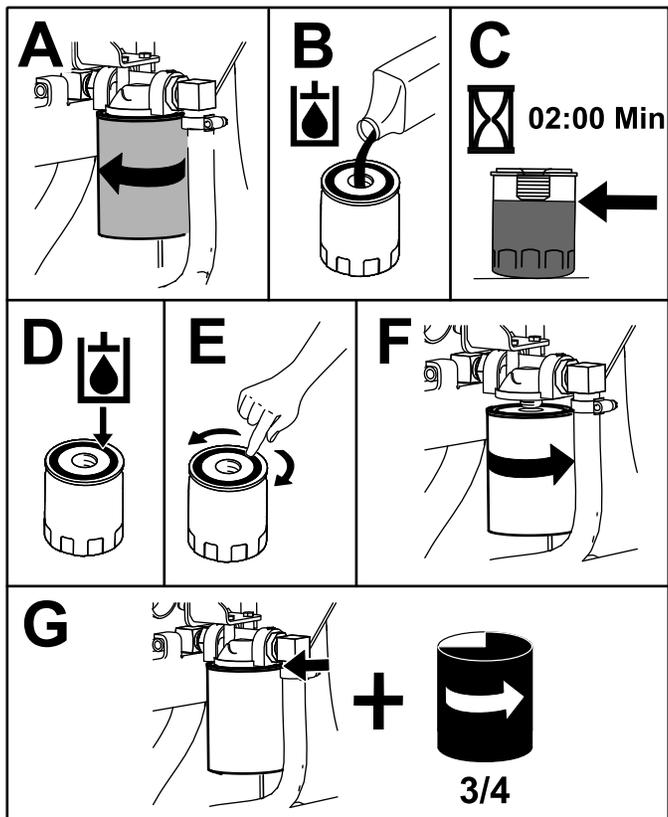

図 72
4. フィルタの下に廃油受けを置いてフィルタを交換する 図 72。